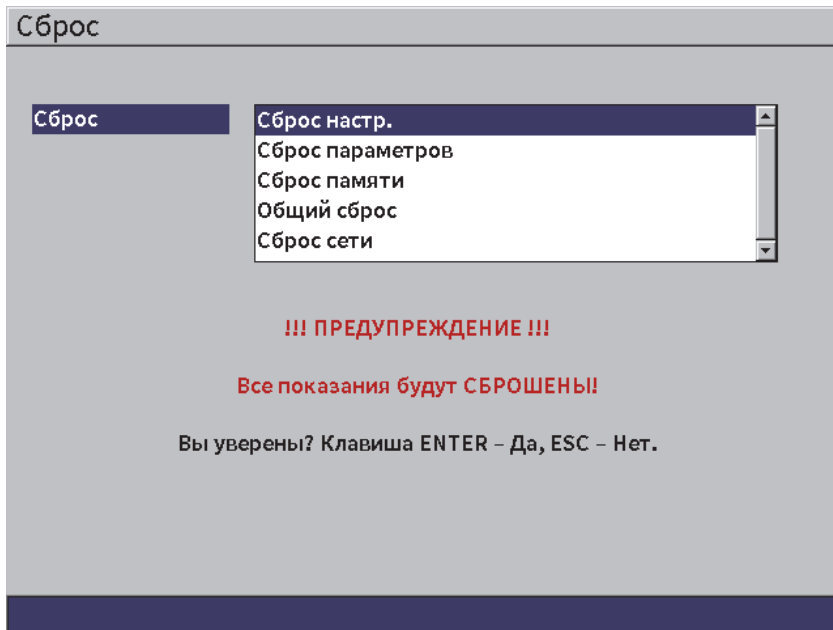

Рис. 5-13 Страница настроек сброса
Эта страница используется для сброса некоторых системных параметров до заводских значений (см. Рис. 5-13 на стр 75). На экране отображается предупреждение о том, что выбранные данные будут сброшены (стерты).
- ◆ Выберите значок **Сброс** () , чтобы открыть страницу настройки **Сброс** (см. Рис. 5-13 на стр 75).